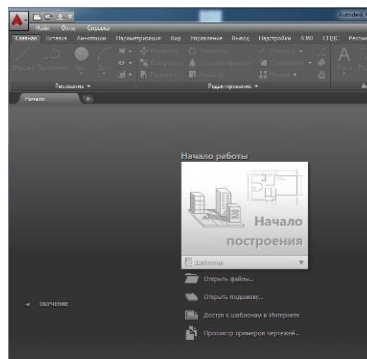

Рис. 1 Стартове вікно
2. AutoCAD завантажить своє меню та виведе на екран стартове вікно (рис. 1).
9. Щоб завантажити існуючий файл креслення, слід вибрати закладку Відкрити файли... у стартовому вікні (рис.1) або кнопку  на панелі швидкого доступу. У діалоговому вікні "Вибір файлу" відкрийте файл Л1_приклад.dwg у папці з назвою своєї групи.